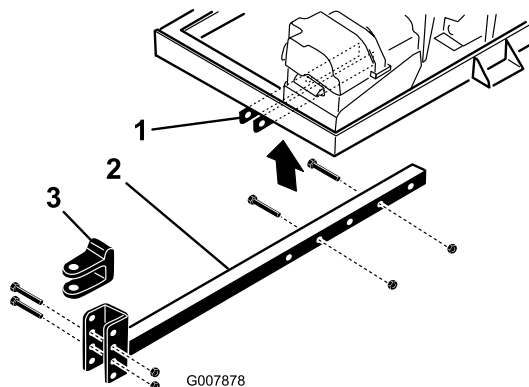

Figura 5
2. Introduzca la barra del enganche en los soportes del bastidor (Figura 5). Sujete la barra al bastidor con 2 pernos (3/8 x 3 pulgadas) y tuercas con arandela prensada (3/8 pulgada).
- Retire los pernos y las contratuercas que sujetan la horquilla de enganche (Figura 5) a la barra de enganche.
- Retire los pernos y tuercas que sujetan la barra de enganche a los soportes del bastidor (Figura 5).